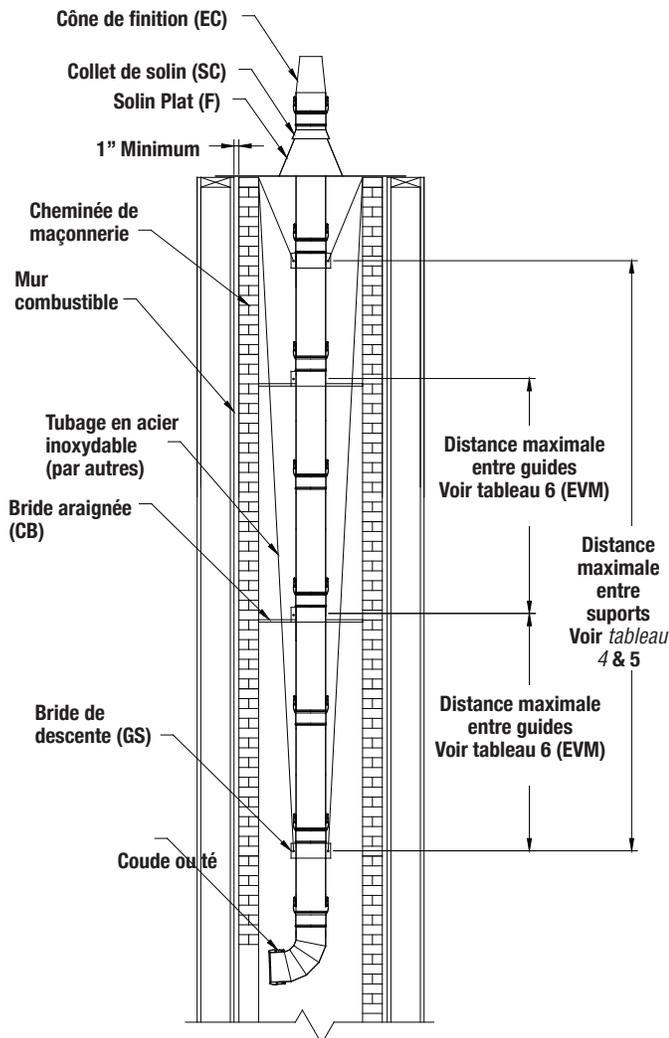

Figure 10 - Secure Seal installé comme tubage
- 2- S'assurer que l'union de l'Adaptateur Mâle Flex et la longueur Secure Seal Flex est supportée au bas de la cheminée. Se référer à la *figure 10* pour le guidage et l'installation du support dans une cheminée de maçonnerie.